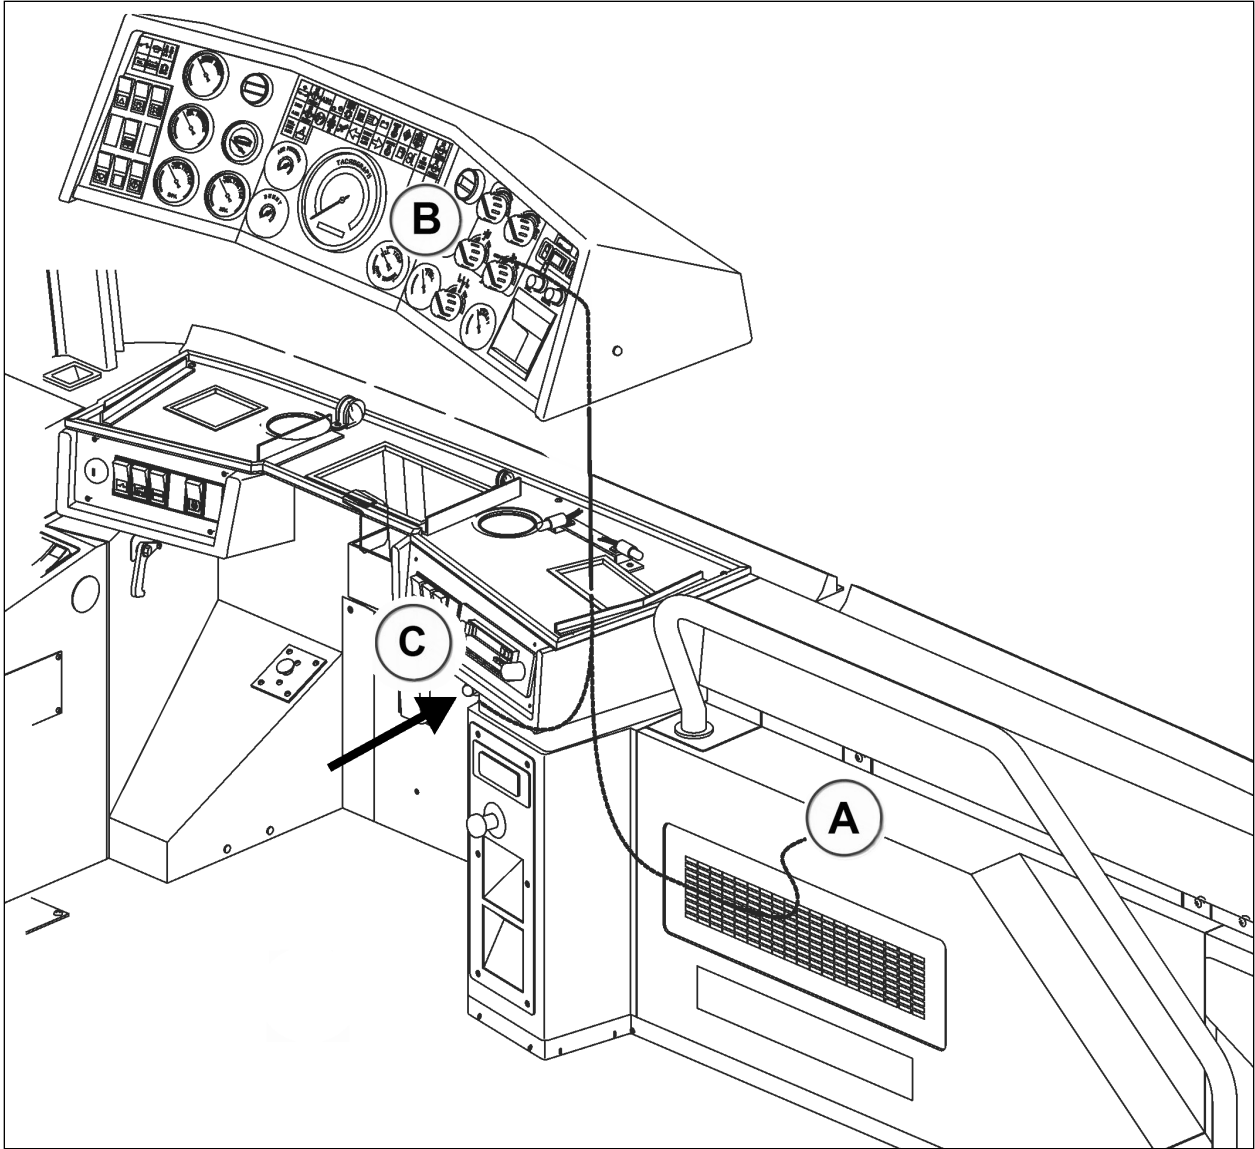

Figure 1 : Survol
La marche à suivre remplacera le thermostat existant (A) par un nouveau potentiomètre (B) et une sonde (C) (Fig 1 & 2).